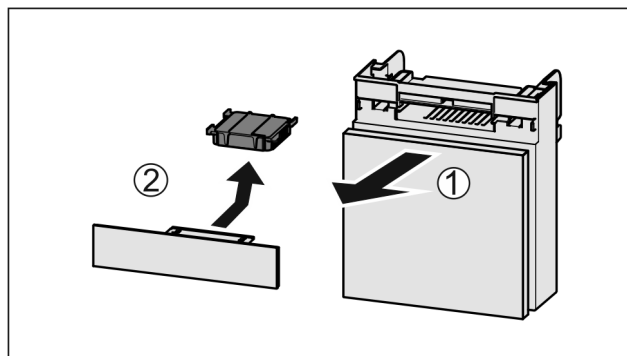

Fig. 186
- Tërhiqni kutinë nga përpara Fig. 186 (1).
- Hiqni filtrin me karbon aktiv Fig. 186 (2).